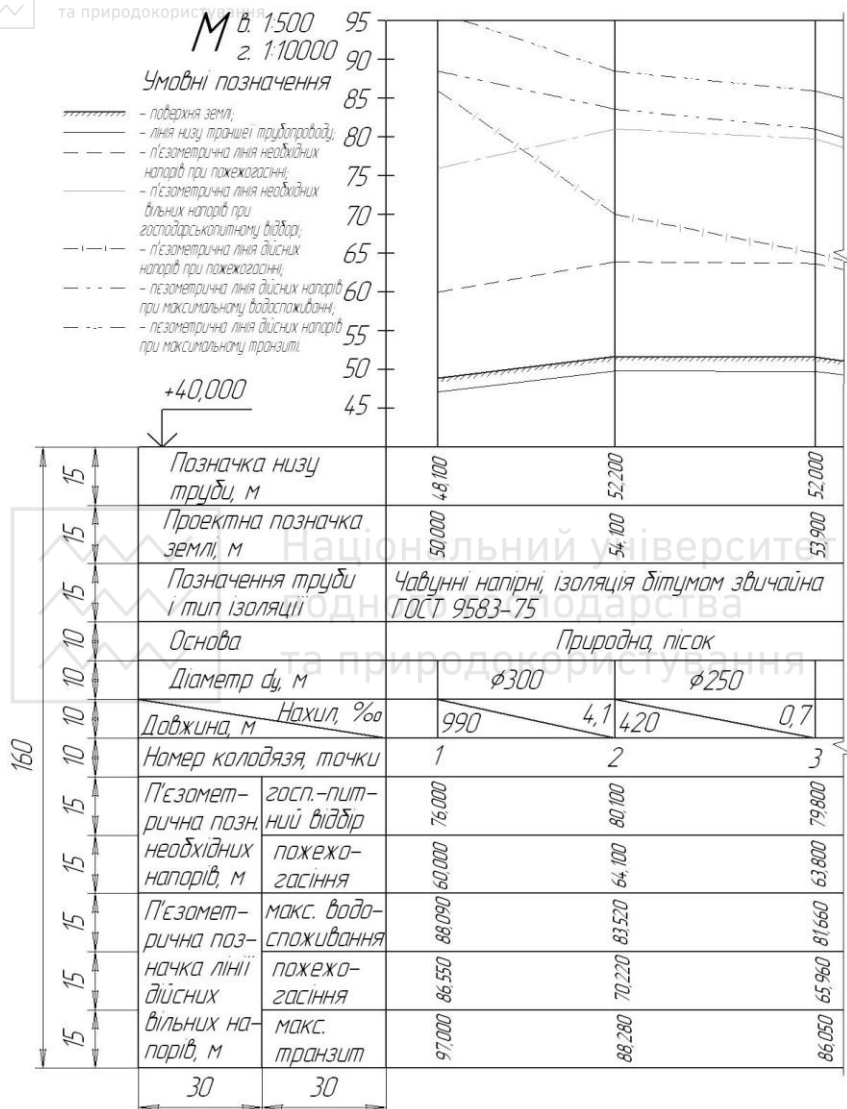

Рис. 8.3. Поздовжній профіль за контуром водопровідної мережі з нанесенням п'єзометричних відміток (фрагмент із розмірами).
2. Згідно вихідних даних (видаються викладачем) виконати побудову різномасштабного креслення «Поздовжній профіль за контуром водопровідної мережі з нанесенням п'єзометричних відміток» (рис. 8.3).